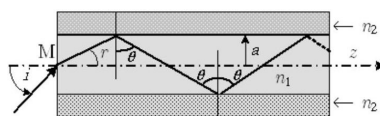

FIGURE 2 – Fibre à saut d'indice. L'indice de cœur est noté n_1 et l'indice de gaine n_2 .
Dans une fibre à saut d'indice, le cœur (de diamètre a) et la gaine sont des milieux homogènes : n_1 et n_2 sont uniformes (constants dans toute la fibre). On note z la direction générale de propagation (Fig. 2).
2. On note i l'angle d'entrée du rayon à l'extérieur de la fibre (Fig. 2). Exprimer, en fonction de $\Delta = n_1 - n_2$ ($\Delta \ll n_2$) et n_1 , la valeur maximale de i (notée $i_{\max}$) pour que le guidage soit assuré dans la fibre. Calculer $\sin(i_{\max})$ (appelée ouverture numérique).